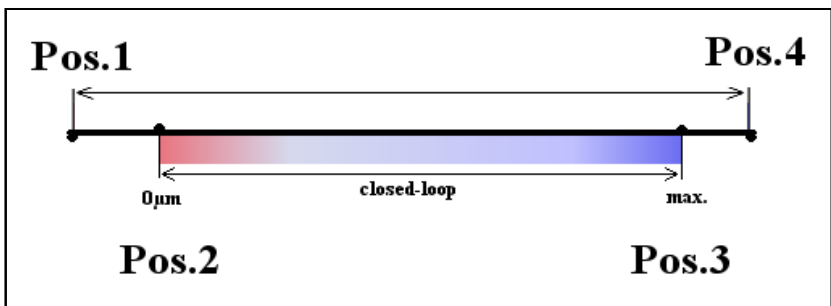

Abbildung 1: Übersicht Stellwege im geregelten und unregulierten Betrieb
- alle Potentiometer befinden sich am linken Anschlag (Pos.1, siehe Abbildung 1)
- das Display zeigt die Position 1 des Aktors im unregulierten Betrieb (siehe Abbildung 1)
des Aktors im geregelten Betrieb errechnet sich aus Position 3 – Position 2 (siehe *Abbildung 1* und Daten der Kalibrierung).